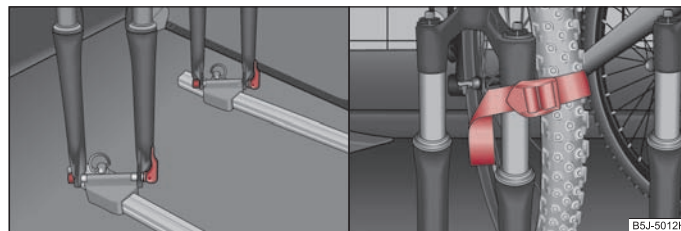

Fig. 70 Introducerea bicicletei / Fixarea roții din față
- Așezați furca bicicletei pe axul de fixare și strângeți cu întinzătorul rapid ⇒ pagina 70, fig. 70.
- Împingeți roata din față demontată între pedala din stânga și cadrul bicicletei; fixați-o cu o curea de furca din față ⇒ pagina 70, fig. 70, respectiv într-un punct de fixare.